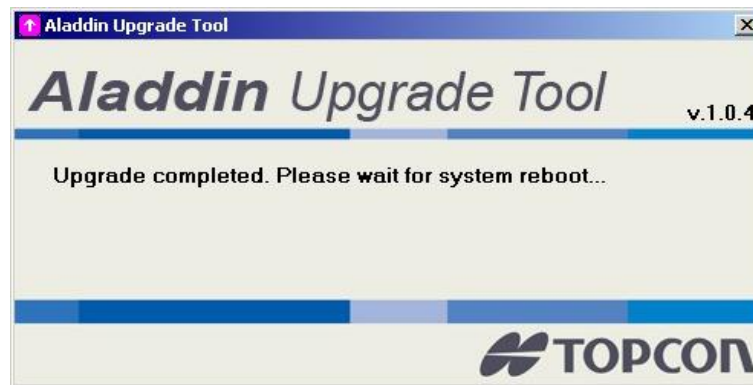

Figure 101
9. Après la mise à jour, vous verrez le message montré dans la Figure 101 à l'écran.